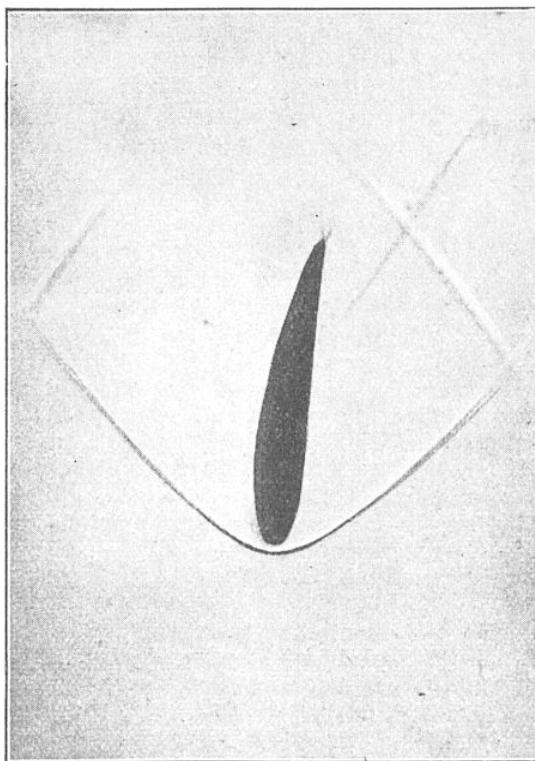

FIG. 4. — AUTOEUR D'UN PROFIL D'AILE, PLACÉ DANS UN COURANT D'AIR A VITESSE SUPERSONIQUE, SE FORME UNE ONDE DE CHOC CARACTÉRISTIQUE (1)
(1) Les fig. 4 et 5 sont extraites du n° 68 des *Publications scientifiques et techniques du Ministère de l'Air*.